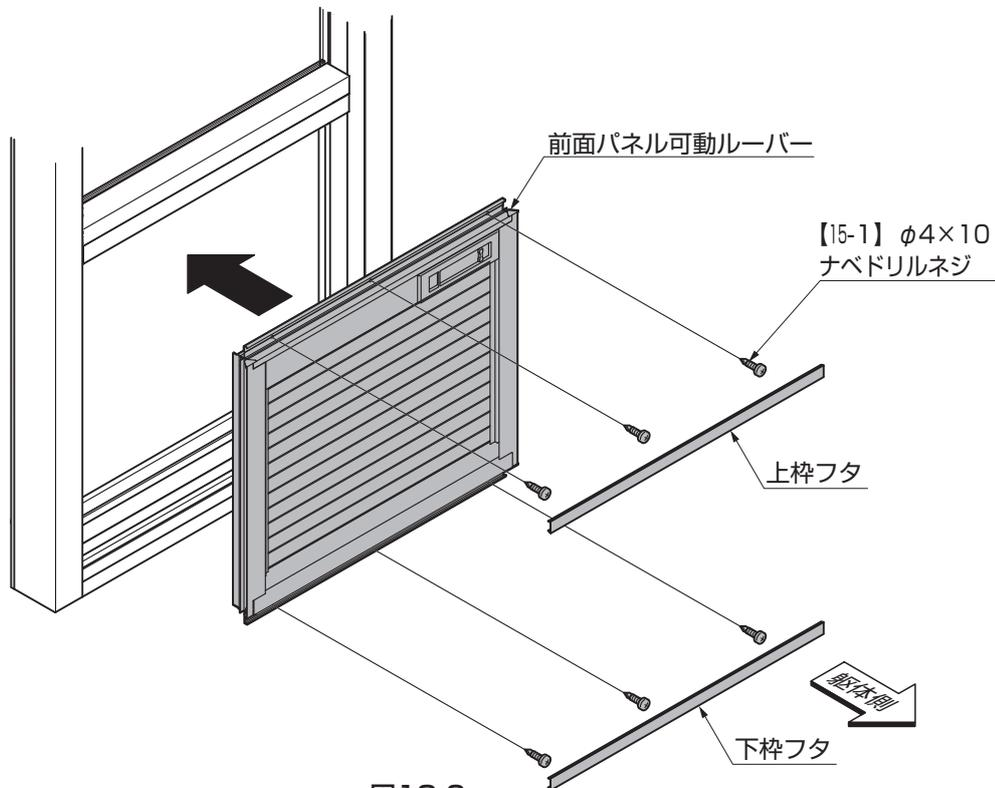
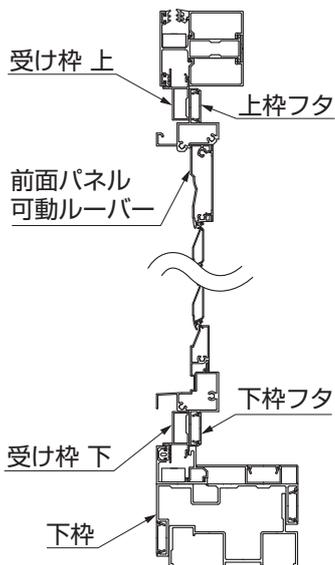

図13-6
図13-7 縦断面
- ②前面パネル可動ルーバーを受け枠上下に、【15-1】で取付けてください。(図13-6、図13-7参照)
- ③上下枠フタを前面パネル可動ルーバーに、はめ込んでください。(図13-6、図13-7参照)